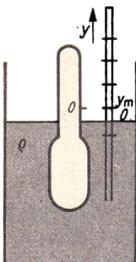

Bild 83
- 10.13** Ein Aräometer mit der Masse m und dem oberen Spindelquerschnitt A schwimmt, wie Bild 83 zeigt, in einer Flüssigkeit der Dichte ϱ . Es wird um eine kleine Strecke von $y = 0$ bis $y = y_m$ angehoben und zum Zeitpunkt $t = 0$ losgelassen. Danach schwingt es vertikal um die Ruhelage. Der Einfluß der Reibung und der Bewegung der Flüssigkeitsoberfläche kann vernachlässigt werden. 1. Ermitteln Sie die Gleichungen für Periodendauer und Elongation der Bewegung. 2. Begründen Sie qualitativ, wie sich die Gleichung für die Elongation bei Berücksichtigung der Reibung ändert.